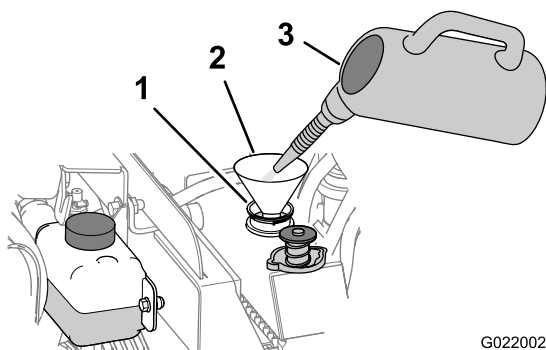

Figura 141
- B. Adicione uma solução para limpeza do sistema de arrefecimento no radiador através do bocal de enchimento (Figura 141).